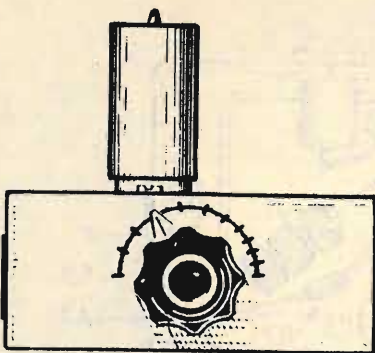

Fig. 3 - Così si presenta a montaggio ultimato l'apparecchio preselettore.
- 3 (fig. 3) - **PROVA TRANSISTORS** alta precisione (serve per il controllo di tutti i tipi PNP-NPN compresi i diodi). Prova del Ico e del Beta. **STRUMENTO CON SCALA** amplissima a doppia taratura 1 e 2 mA fondo scala. Completo di accessori, cavi e pinzette e talloncino di garanzia, vera occasione L. 9.500 + 1000 sp.